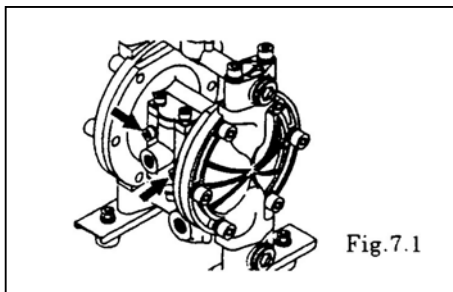

Fig.7.1
Zie [8. Explosietekening] vanaf p. 10. (Fig. 7.1 toont BA□.)
- Draai de 4 bouten van het spoelhuisgeheel los en neem deze van de pomp af. [Fig. 7.1]